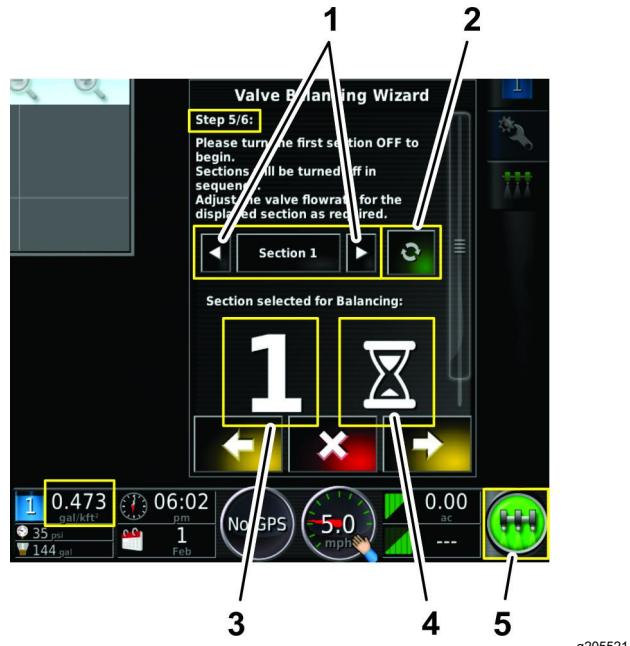

図 55
- ジオリンクソフトウェアが流量を処理し終わるのを待つ図 55。